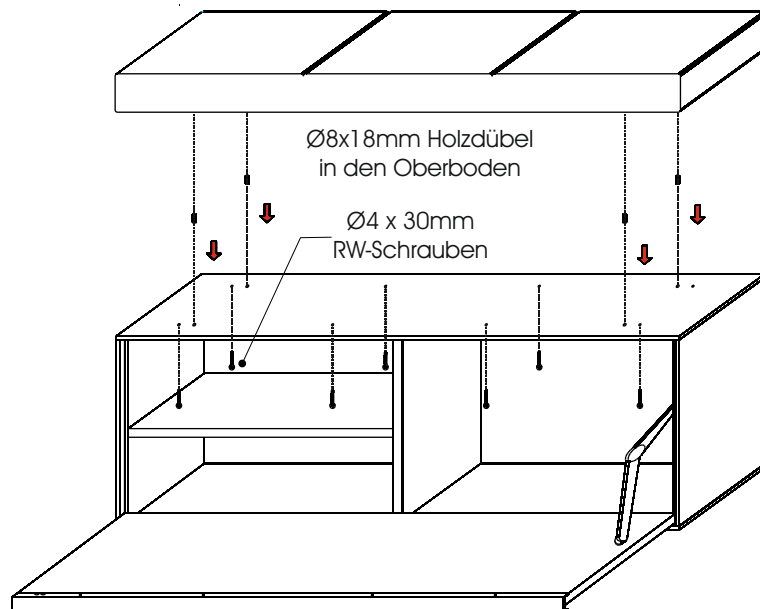

Abb. 7
6. Verschrauben Sie von innen das Sitzpolster mit dem Oberboden. Verwenden Sie hierfür die $\text{\O}5\text{mm}$ Durchbohrungen und die $\text{\O}4 \times 30\text{mm}$ Schrauben. (Abb. 7)